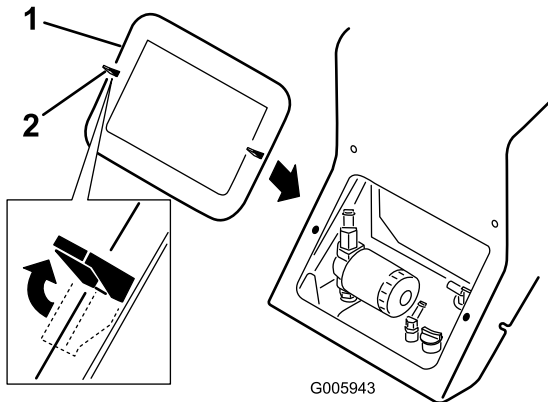

Figura 25
3. Rilasciate le due alette di bloccaggio (Figura 25, aletta superiore sinistra).